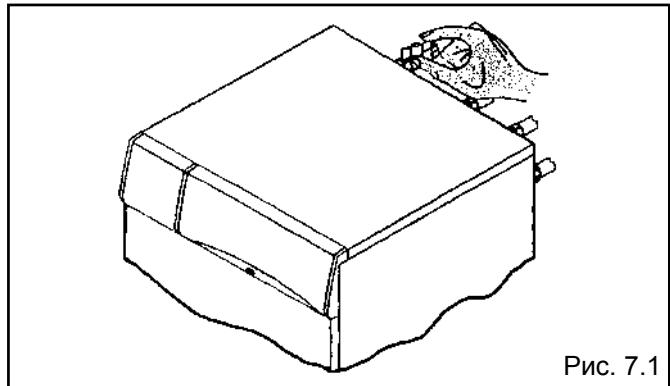

Рис. 7.1
- убедитесь, что открыты отсечные вентили первичного контура и кран холодной воды на входе (рис. 7.1);